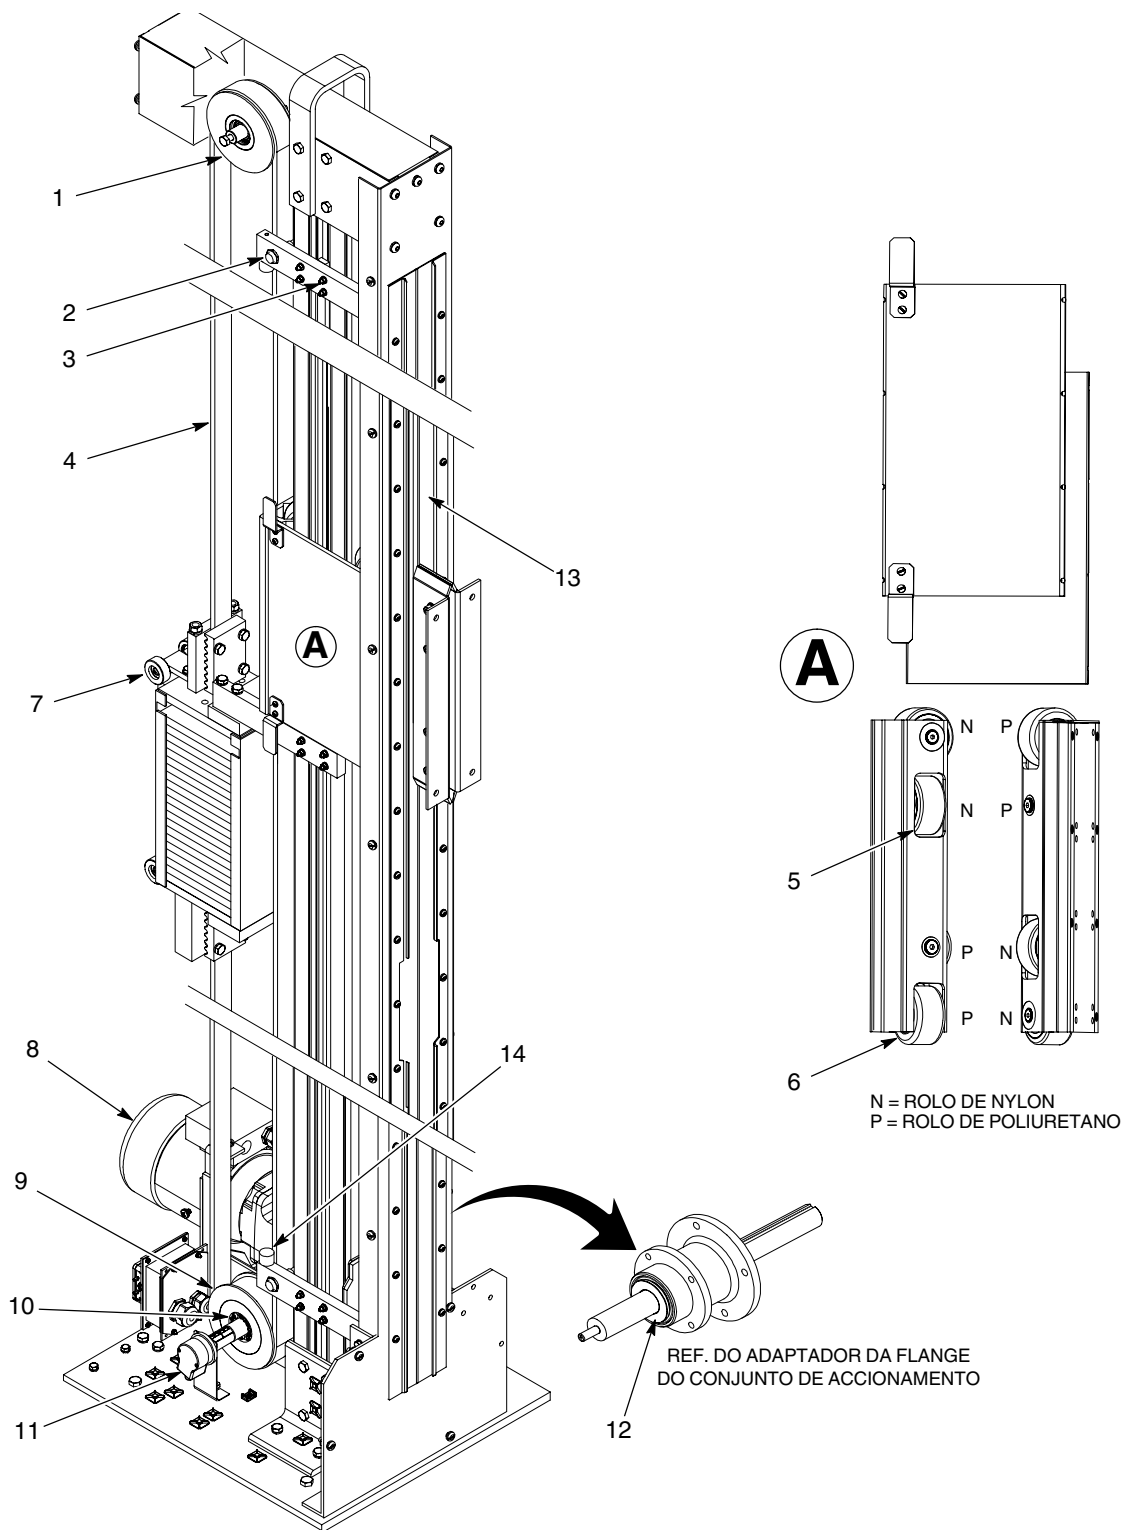

Figura 21 Peças do reciprocador
Consulte a figura 21, item 4.
Consulte a figura 21, item 8.
Consulte a figura 21 e a lista de peças seguinte. Estas peças são comuns a todos os reciprocadores NVR, excepto conforme seja anotado.